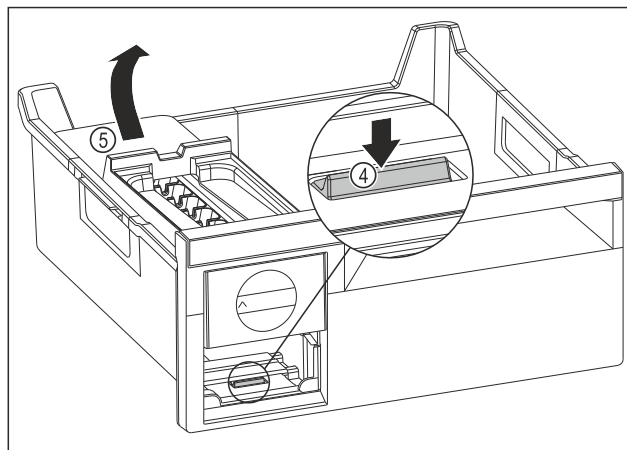

Fig. 183
- ▶ Wyjmowanie korpusu EasyTwist-Ice: Nacisnąć nakładkę Fig. 183 (4) palcem w dół i jednocześnie podnieść korpus EasyTwist-Ice Fig. 183 (5) od tyłu drugą ręką.